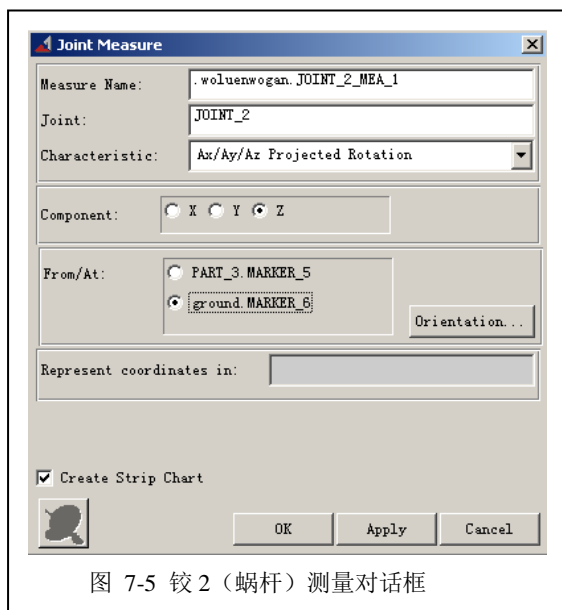
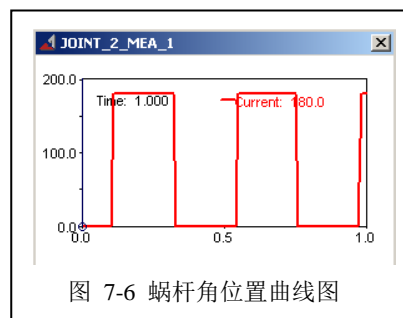

图 7-5 铰 2（蜗杆）测量对话框
图 7-6 蜗杆角位置曲线图
7.3 重复步骤 7.1、7.2，则 JOINT\_2 角位置即蜗杆角位置测量设置和曲线图如图 7-5、图 7-6 所示。